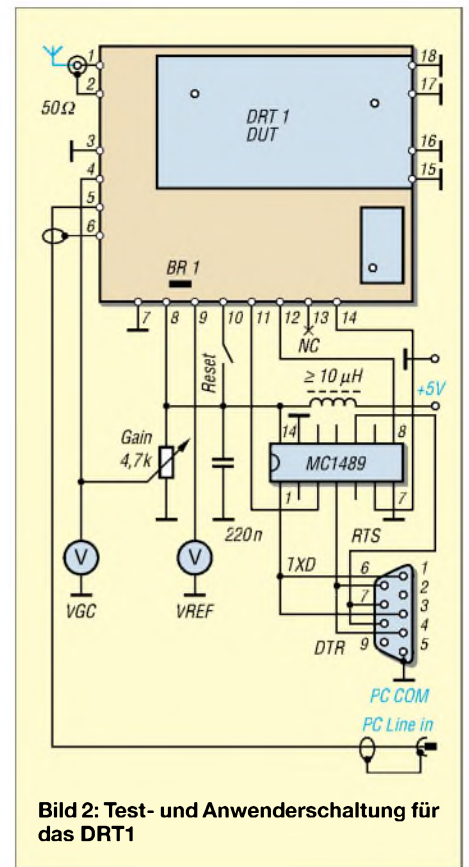

Bild 2: Test- und Anwenderschaltung für das DRT1
- Die einzelnen Kurven, vgl. Bild 2, lassen sich je nach Bedarf auswählen, ihre Farben sind in *analyz.ini* programmierbar. Dort lässt sich auch die Adresse des LPT-Ports einstellen – Standard ist 378H.
Die Zusammenschaltung gemäß Bild 2 entspricht somit weitestgehend der Test-